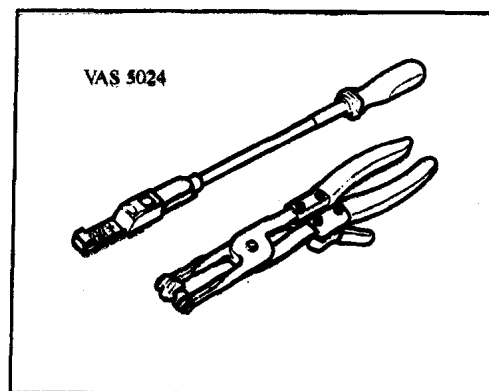

图 2-4
3)VAS5024 弹簧卡圈安装工具, 如图 2-4 所示。